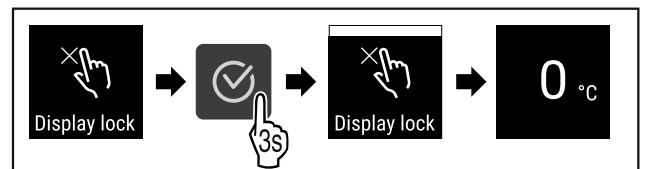

Fig. 96
- ▶ Obavite korake postupka (pogledajte Fig. 96).